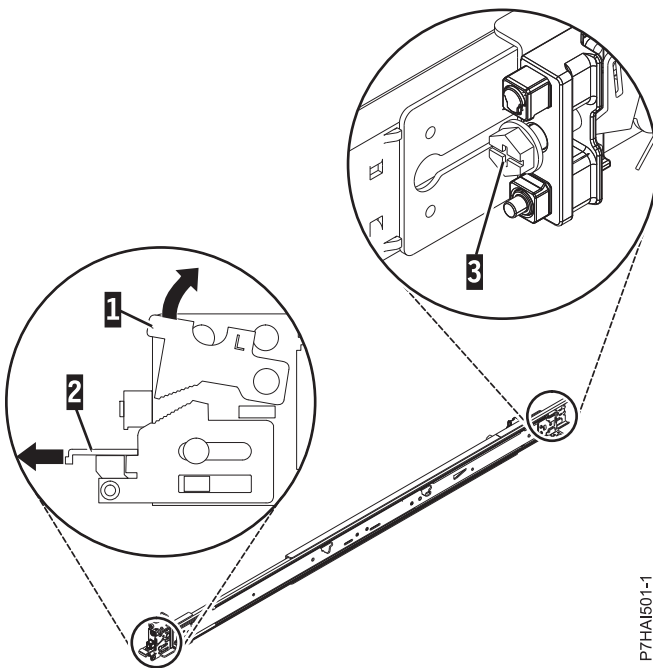

Abbildung 2. Vordere Verriegelung öffnen und Schraube an der Rückseite entfernen
2. Drücken Sie die vordere Sperrzunge (1) nach oben und ziehen die vordere Verriegelung (2) an der Vorderseite der Schiene heraus. Entfernen Sie die Schraube anschließend wieder von der Rückseite der Schiene (3). Einzelheiten finden Sie unter Abb. 2.